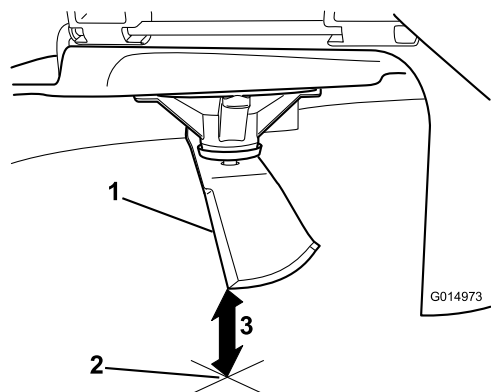

Figura 106
5. Misurate dalla punta della lama alla superficie piana (Figura 106).